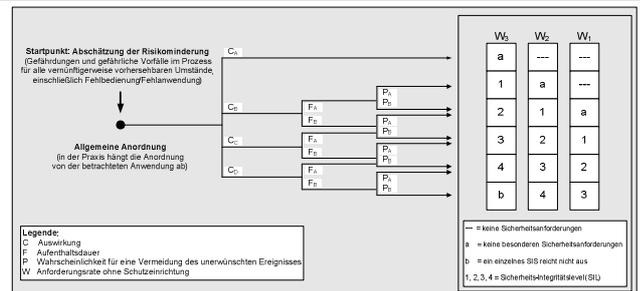

Bild 3: Risikograph
- 3.1 Bestimmung „Erforderlicher SIL“ (Bild 3)